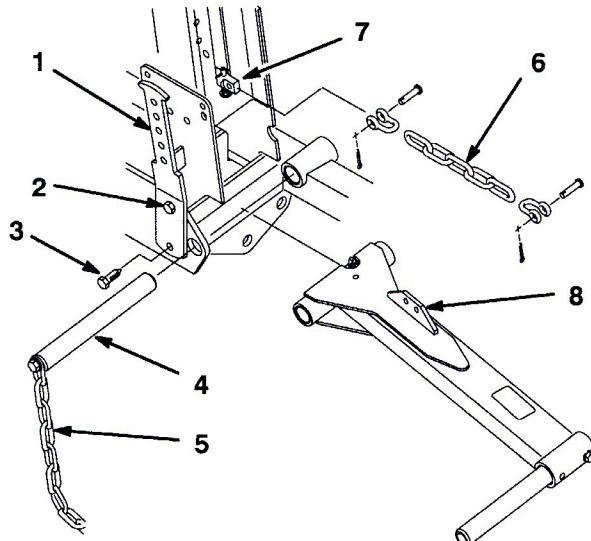

図7
3. 左カウンタバランス・アームをフレームに固定している上キャップスクリュをゆるめる(図7)。
4. 左カウンタバランス・アームをフレームに固定している下キャップスクリュとナットを外す(図7)。
5. カウンタバランス・アームを外側に回転させて左昇降アームのピボット・ピンとチッパー・チェーンを外す(図7)。
6. 升降アームをフレームの取り付け穴に合わせ、ピボット・ピンを差し込んで取り付ける(図7)。このとき、カウンタバランス・アームがピンのスロットに嵌るようにする。カウンタバランス・アームはまだ固定しない。